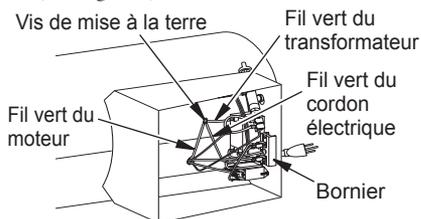

Figure 5 - Emplacement de la vis de mise à la terre
2. Vous avez accès à la vis de mise à la terre en passant par le dessous de la base de l'appareil de chauffage. Retirez la vis de mise à la terre. Débranchez le fil vert du moteur et le fil vert du cordon électrique situé sous l'habillage (voir figure 5).
- Retirez du bornier les fils noir et blanc du moteur (voir figure 5).
- Tournez l'appareil de chauffage sur le côté pour accéder à l'ouverture du fond de sa base. Raccordez les fils verts du moteur, du transformateur et du cordon électrique à l'habillage avec l'écrou de mise à la terre (voir figure 5, page 6).